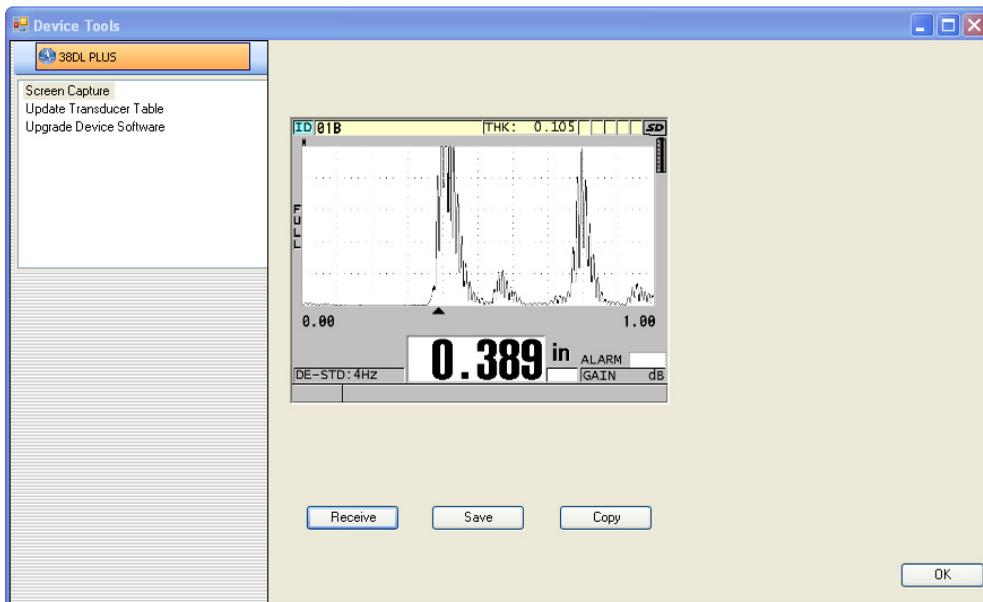

图 14-8 显示屏幕截图的设备工具对话框
- b) 在 **Device Tools** (设备工具) 对话框中 (参见第 250 页的图 14-8), 选择 **Screen Capture** (屏幕截图), 然后点击 **Receive** (接收)。屏幕图像将在数据传输完成后出现。